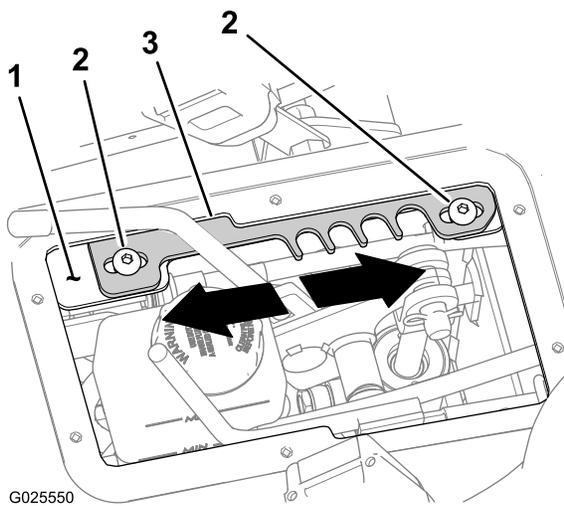

Figura 62
4. Spostate la leva del range di velocità in posizione T (TRASFERIMENTO) (Figura 62).
5. Allentate le 2 viti a esagono incassato (5/16" x 3/4") che fissano la piastra di arresto alla staffa di supporto leva (Figura 62).
- Spostate la piastra di arresto **in avanti** per aumentare il limite di velocità di trazione massima (Figura 62).
- Spostate la piastra di arresto **indietro** per ridurre il limite di velocità di trazione massima (Figura 62).